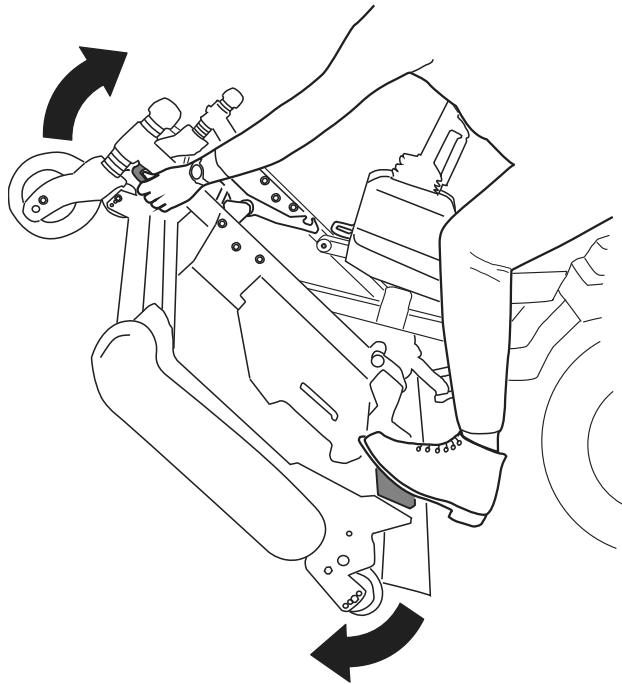
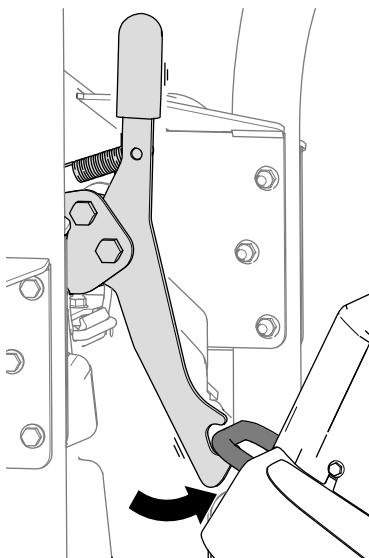
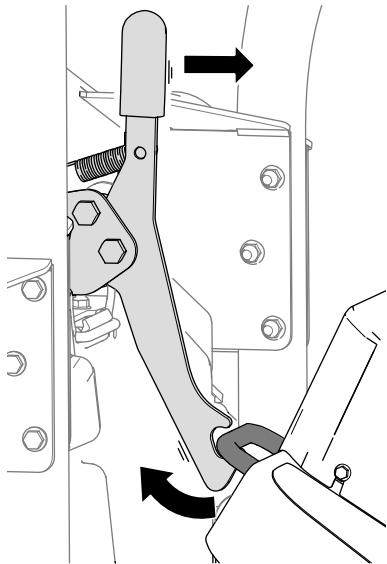

Bild 32
Bild 33
Bild 34
5. Drehen Sie das Mähwerk (**Bild 32**) so, dass die Verriegelung in die Befestigungshalterung (**Bild 33**) einrastet.
1. Lösen Sie die Verriegelung des Mähwerks von der Befestigungshalterung (**Bild 34**), indem Sie das Mähwerk leicht nach vorne drehen (siehe **Bild 32**) und den Verriegelungsgriff nach vorne ziehen.